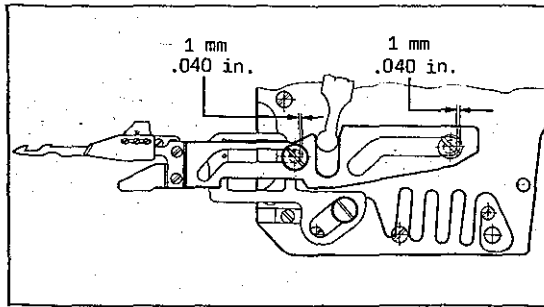

Fig.38
After making this setting check with needles in up position and lower knife swung to its left end position the distance at the right ends of slots (C). The distance should be at least 1 mm (.040 in.) (see Fig. 38).
Zur Einstellung entfernen Sie die Sicherungsscheibe (D), drücken den Mitnehmer (E) nach unten, drehen den Mitnehmerbolzen (F) entsprechend ein oder aus und Koppeln am Hebel wieder an. Überprüfen Sie nach dieser Einstellung bei obenstehenden Nadeln und in die linke Endstellung geschwenktem Untermesser den Abstand an den rechten Enden der Schlitze (C). Der Abstand muß mindestens 1 mm betragen (siehe Fig. 38).